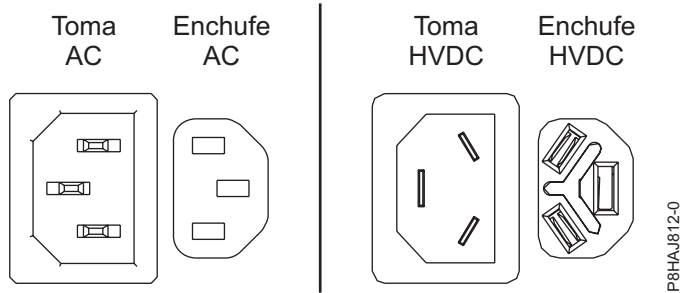
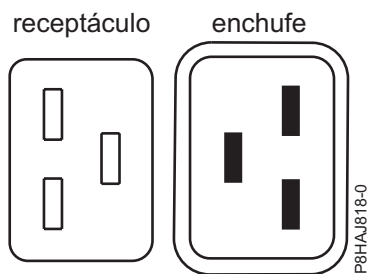
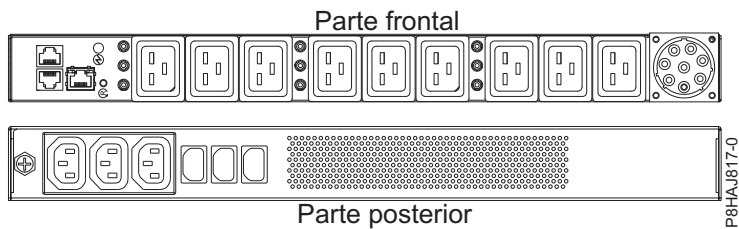

Figura 156. Conectores de CA y HVDC
Figura 157. Conectores para el sistema 8408-44E
Figura 158. PDU para el sistema 8408-44E
En Figura 156 en la página 203 se muestran los conectores admitidos de corriente alterna (CA) y de corriente directa de alto voltaje (HVDC). En Figura 157 en la página 203 y en Figura 158 en la página 203 se muestran los conectores admitidos y la unidad de distribución de alimentación (PDU) para 8408-44E.